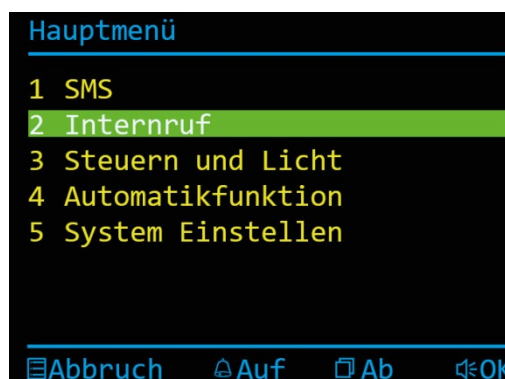

Abb. 27: Hauptmenü - Internruf
- ▶ Drücken Sie die Bildtaste  oder die Ruf AUS-Taste  und wählen Sie das Menü *Internruf* aus (Abb. 27).